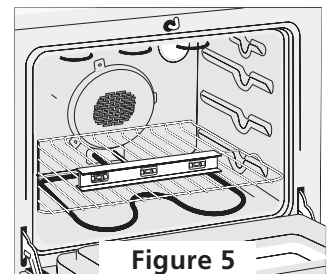

Figure 5
10. **Nivelez la cuisinière** (voir la section 7). Le plancher qui supporte la cuisinière doit être de niveau (reportez-vous à la figure 5).